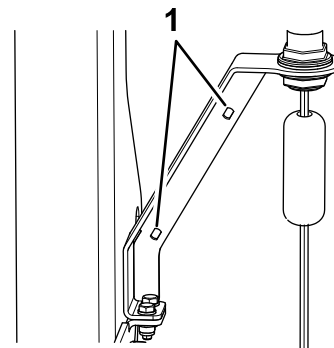

Figura 15
9. Inserte una brida a través de cada uno de los 2 taladros del soporte de la baliza (Figura 15), y fije el cable.